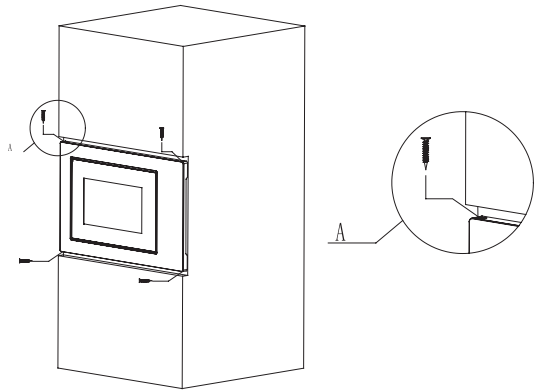

Fig. 4
d) Utilice los tornillos del embalaje de piezas para fijar el horno microondas en el armario. (Fig. 4)